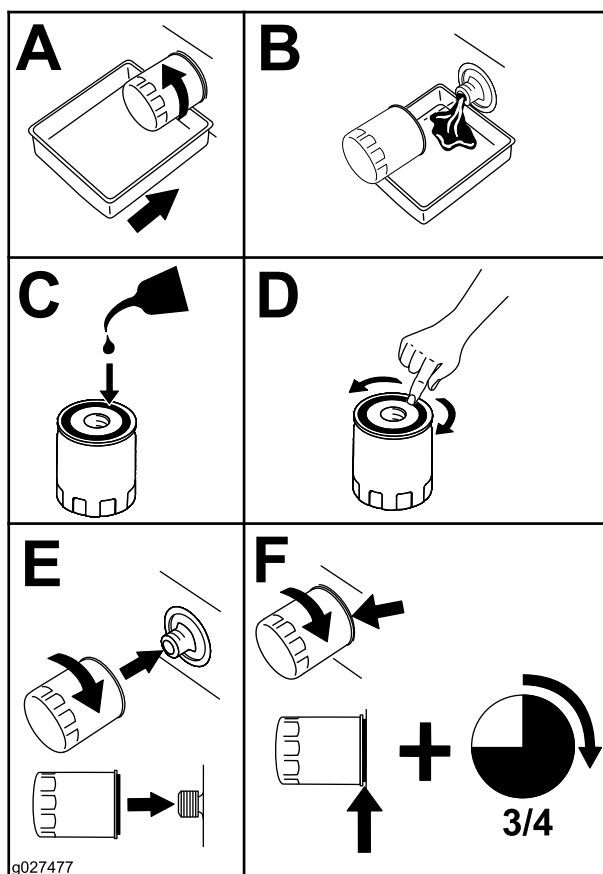

Bild 48
4. Wechseln Sie den Motorölfilter (Bild 48).